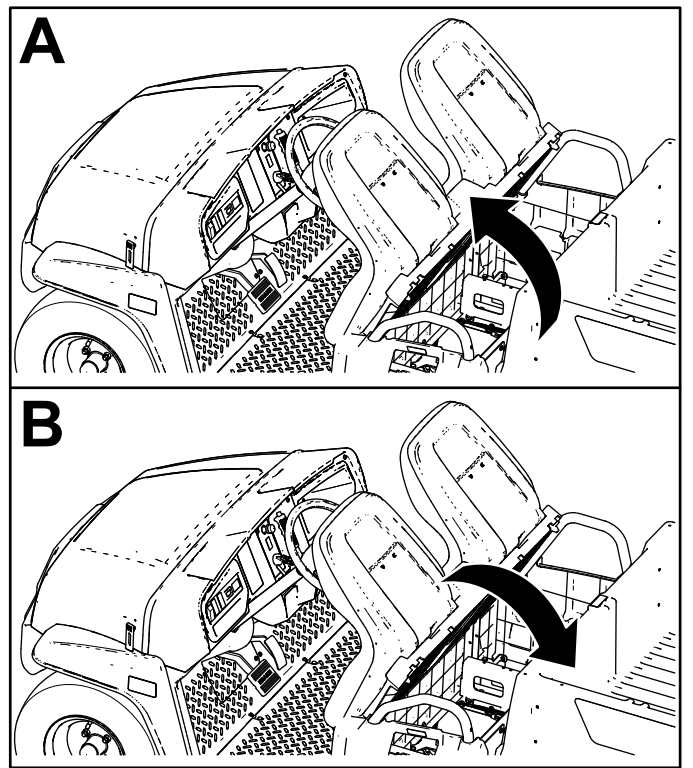

Figura 23
Para elevar el conjunto de asientos, empuje el conjunto de asientos hacia adelante hasta que descansa sobre el volante (Figura 23).
Para bajar el conjunto de asientos, empuje el conjunto hacia atrás hasta que encaje en su posición inicial (Figura 23).
1. Empuje el conjunto de asientos hacia adelante a la posición elevada (Figura 23).